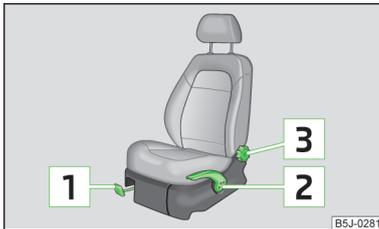

Abb. 37
- › Den Hebel » Abb. 37 nach oben ziehen und dabei den Sitz in die gewünschte Position schieben.
- › Möchte man den Sitz anheben, den Hebel » Abb. 37 nach oben ziehen bzw. pumpen.
- › Die Sitzlehne entlasten (sich nicht anlehnen) und das Handrad » Abb. 37 drehen, um die gewünschte Lehnenneigung einzustellen. ■